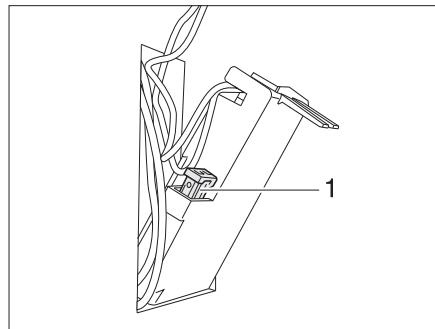

Fig. 176 Fusible del inodoro Thetford
- Cambiar el fusible (Fig. 176,1).